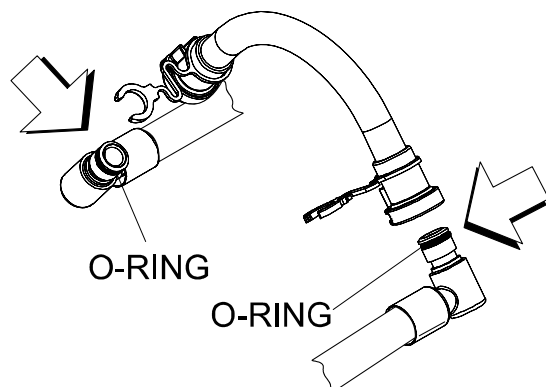

Рисунок 69
1. Нанесите смазку на кольцевые уплотнители штуцеров линии подачи сиропа, используя смазку "Тейлор" HP. (См. рис. 69)